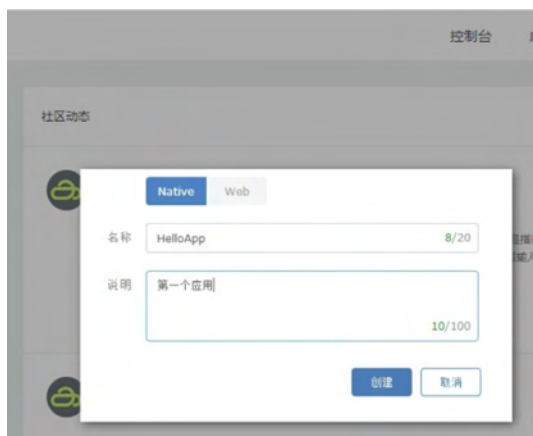

图 4.4 注册云端操作图
(1) 注册并登录 APICloud 系统，单击左上角“创建应用”，如图4.4 所示：选择“Native”，填写“名称”及“说明”，应用创建完成。